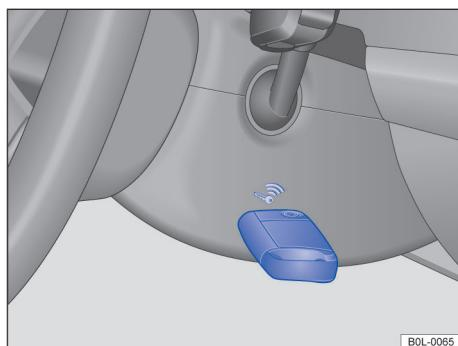

图 86 转向柱右侧：配备无钥匙闭锁/启动系统 Keyless Access (无钥匙进入系统) 车辆上的应急起动功能
- 按压起动/停机按钮后，立即将车辆钥匙置于转向柱饰板右侧 → 图 86。